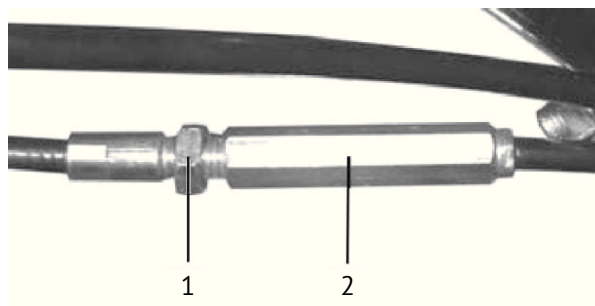

рис. 10
- отрегулируйте приводные тросы с помощью резьбовой втулки (рис.10 поз.2), расположенной в средней части троса: для натяжения: ослабьте гайку (рис.10 поз.1), а затем переместите резьбовую втулку вверх и затяните гайку до втулки, для ослабления: ослабьте гайку (рис.10 поз.1) и переместите резьбовую втулку вниз и затяните гайку до втулки.